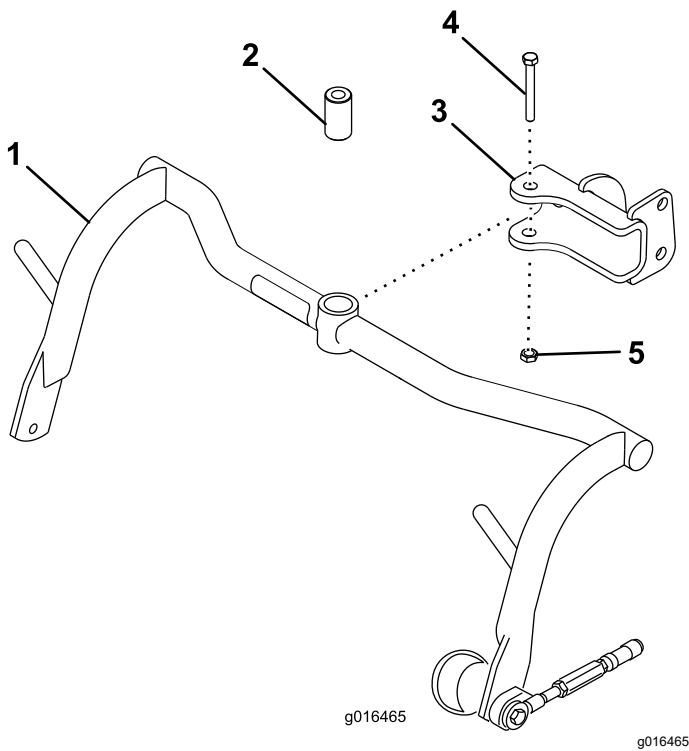

Bild 5
1. Befestigen Sie einen Trägerrahmen mit einem Distanzstück, einer Schraube ($\frac{1}{2}$ " x $3\frac{1}{4}$ "") und einer Sicherungsmutter ($\frac{1}{2}$ "") an jeder Lastöse, siehe Bild 5. Ziehen Sie diese auf ein Drehmoment von 91 bis 113 N·m fest.